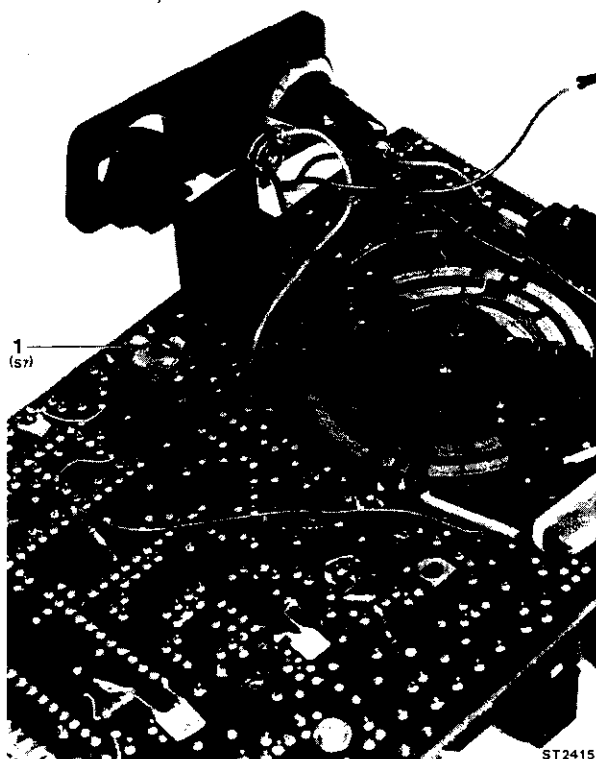

Fig. 43.
4.3.7. 10A switch S7 (Figure 43, item 1)